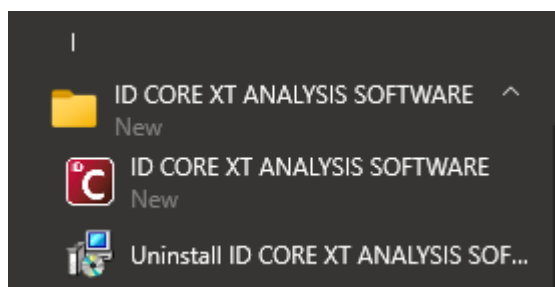

Figura 11. Ejecución de ID CORE XT ANALYSIS SOFTWARE desde el menú Inicio
- Si lo prefiere, puede buscar el icono de la aplicación en el árbol del menú Inicio de Windows (Figura 11).